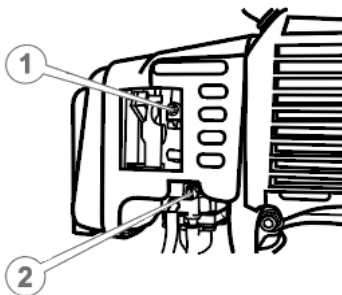

Рисунок 17. Схема розташування гвинтів регулювання карбюратора.
2. Налаштувати карбюратор, використовуючи регулювальні гвинти подачі палива (2, рис. 17) та холостого ходу (1, рис. 17) у напрямку руху